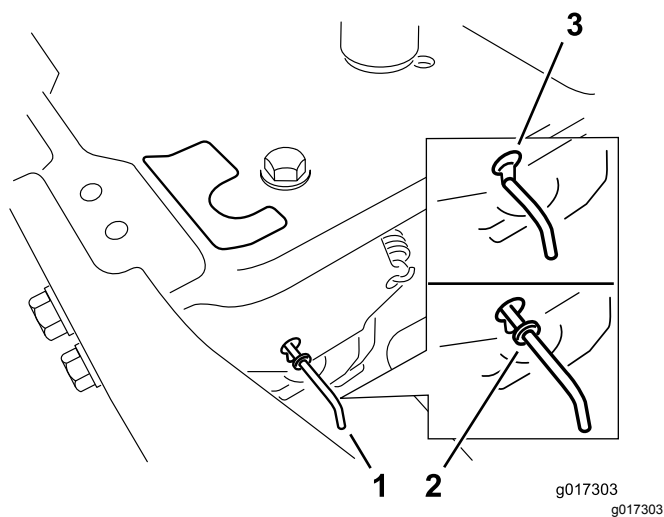

Рисунок 36
4. Вытяните рычаги перепускных клапанов вперед через профилированные отверстия и опустите вниз, чтобы зафиксировать их на месте (Рисунок 36).
Переместите рычаги перепускных клапанов назад через профилированные отверстия и опустите вниз, чтобы зафиксировать их на месте, как показано на Рисунок 36.